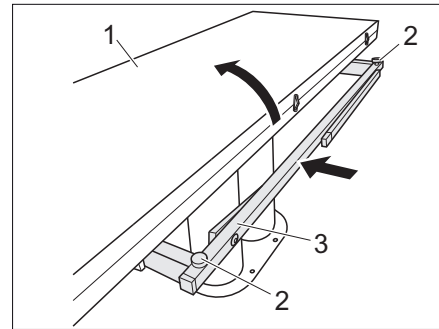

Bild 110 Tisch verkleinern
- Tischhälfte (Bild 110,1) einklappen.
- Zwei Einstellschrauben (Bild 110,2) eindrehen.
- Tischunterbau (Bild 110,3) einschieben.